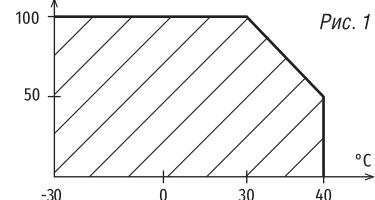

Рис. 1
- Не нагружайте источник питания более 70% от его максимальной мощности. Учитывайте, что с повышением температуры окружающей среды максимальная мощность источника питания снижается, см. график зависимости на Рис. 1.